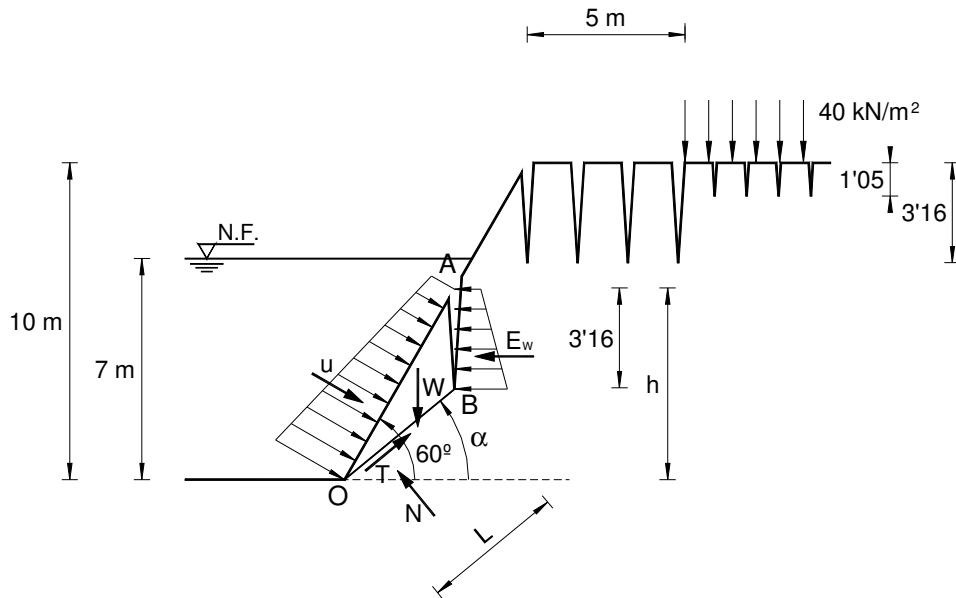

Figura 7.5
1. **Mecanismo A.** Condicionado por grieta de tracción del paramento del talud (figura 7.5).